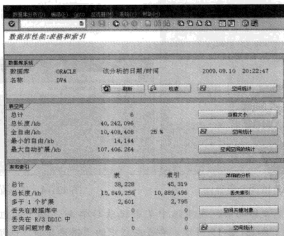

图 13-16 “数据库性能:表格和索引”界面
STEP 1 在命令栏中输入“DB02”命令,进入“数据库性能:表格和索引”界面,如图 13-16 所示。
STEP 4 在图 13-16 中，单击“ 表空间”按钮，即可弹出当前所有表空间的详细信息，如图 13-19 所示。